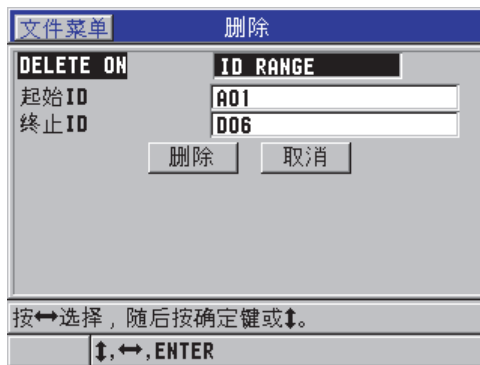

图 6-32 删除当前文件中某一 ID 码范围的数据
2. 在**删除**屏幕中（参见第 116 页的图 6-32），将 **DELETE ON**（删除开启）设为 **ID RANGE**（ID 范围）。